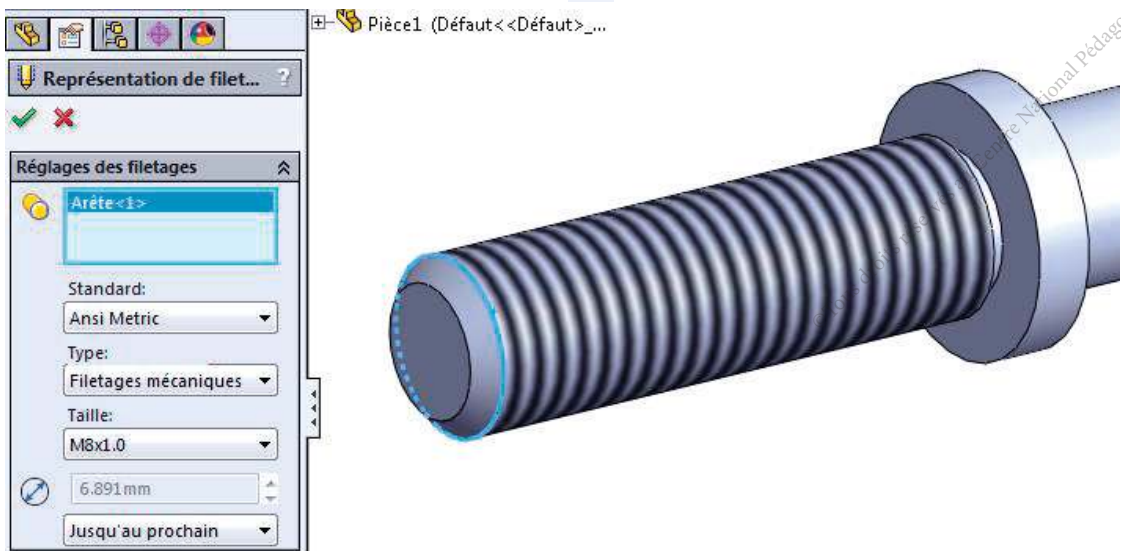

Figure 7
- Cliquer sur les arrêtes circulaire de début de chaque filetage comme l'indique les figures 7 et 8 puis cliquer sur valider ✓